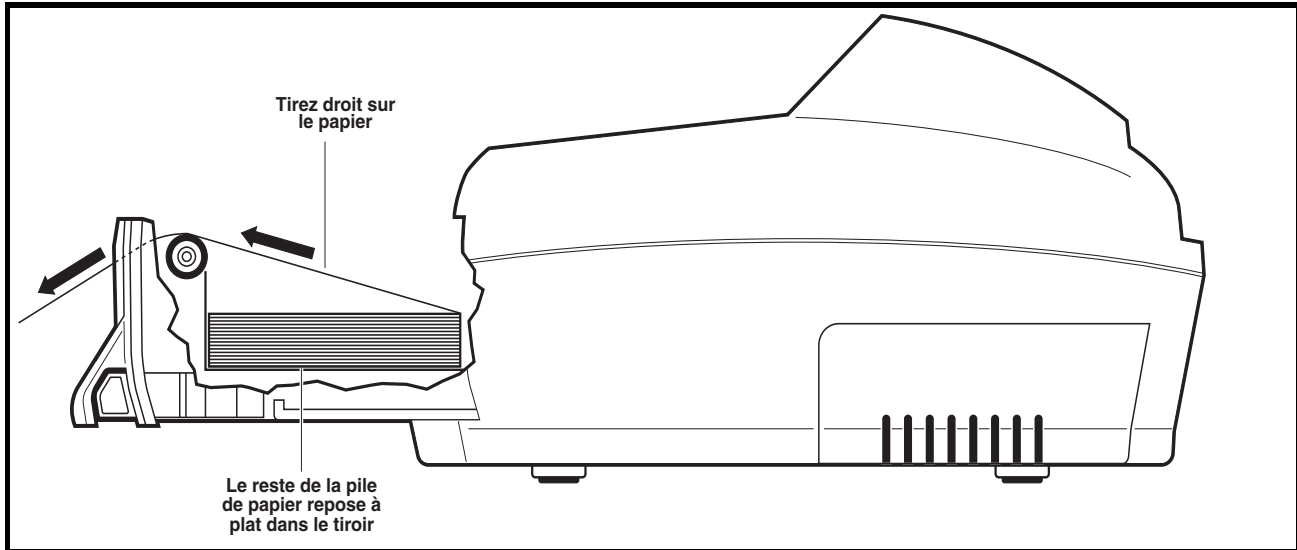
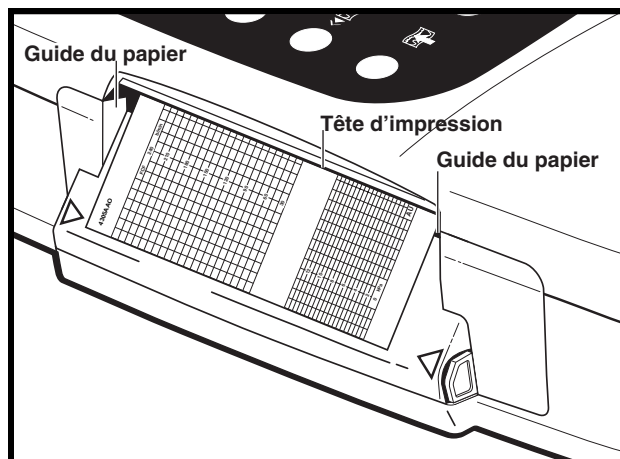

Figure 4-7. Vue latérale du tiroir à papier
Figure 4-8. Fermeture du tiroir à papier
- 8 Tirez en biais sur l'amorce du papier, entre le reste de la pile et les guides du papier. Le restant de la pile de papier doit reposer à plat dans le tiroir, comme illustré à la figure 4-7. (Les guides du papier sont illustrés à la figure 4-8.)